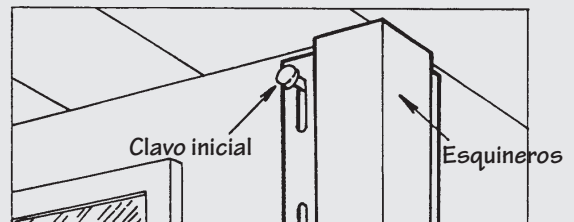

Figura 19.
- Separe los sujetadores un máximo de 16" (406mm) entre los paneles de revestimiento horizontal, cada 12" (305mm) para los paneles de revestimiento vertical, y cada 8" a 10" (203mm a 305mm) para los accesorios. Estas distancias se puede aumentar si el fabricante permite un espaciado mayor basado en pruebas de carga de viento. Comience fijando el revestimiento vertical y los esquineros en la superior de la ranura más alta para sostenerlos en su lugar. Coloque todos los sujetadores en el centro de las ranuras (Figura 19).